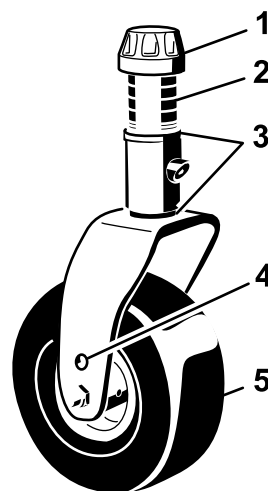
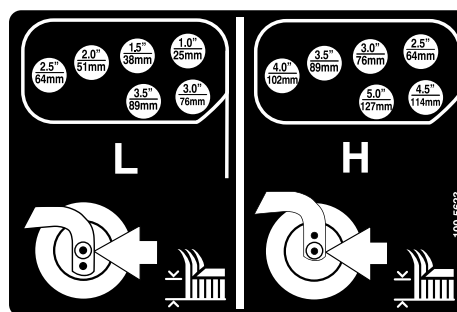
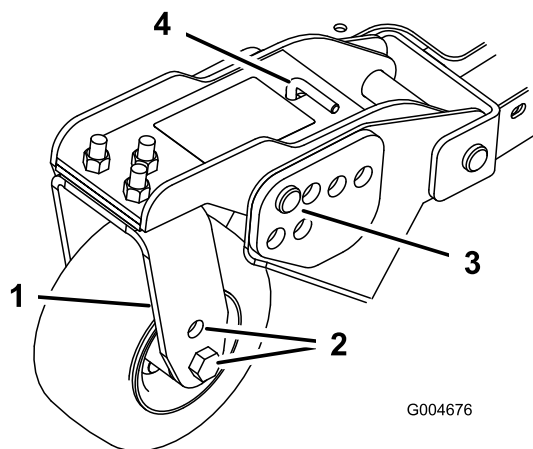

図 19
図 22
図 21
1. 両方のキャスタホイールの軸をキャスタフォークの上穴または下穴にセットどのキャスタフォークもで同じ高さの穴に統一する 図 19 と 図 21。刈高と使用する穴との関係は以下のチャートにて確認してください。
2. スピンドルシャフトからテンショニングキャップを外し 図 19 キャスタアームからスピンドルを抜き出す。最初についていたように、スピンドルシャフトにシム3mmを2枚セットする。これらのシムは、デッキ全体の左右の水平調整に必要となる。希望の高さにするために必要な数のスペーサ13 mmをシャフトにセットし、ワッシャをはめる。
4. キャスタピボットアームからヘアピンコッターとクレビスピンを抜き取る 図 21。
5. テンションロッドを回してピボットアームの上下位置を調整し、デッキフレームの希望する高さブラケットに合わせる 図 21 と 図 22。